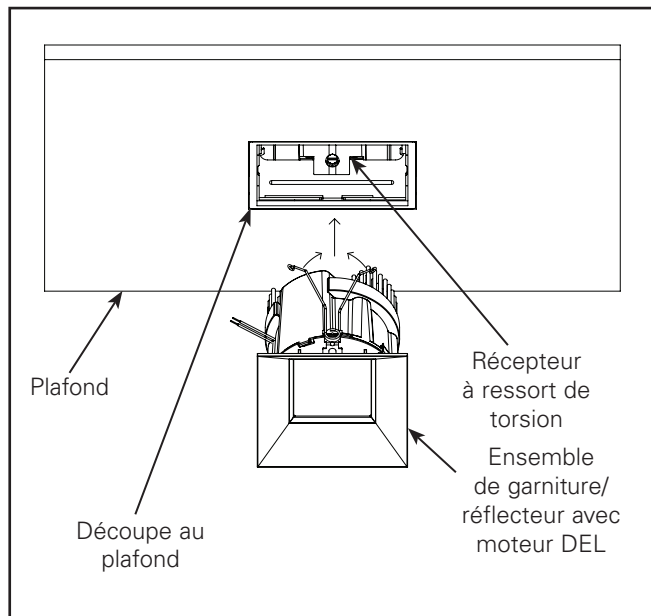

Figure 6
Étape 4 : Installez l'ensemble de la garniture avec le moteur à DEL, alignez le connecteur et branchez le débranchement rapide du luminaire sur le moteur à DEL selon les instructions d'installation fournies avec le boîtier. Installez le moteur de lumière à DEL et l'assemblage de la garniture en insérant les ressorts de torsion dans les récepteurs à ressort situés à l'intérieur du boîtier. Voir la Figure 6.